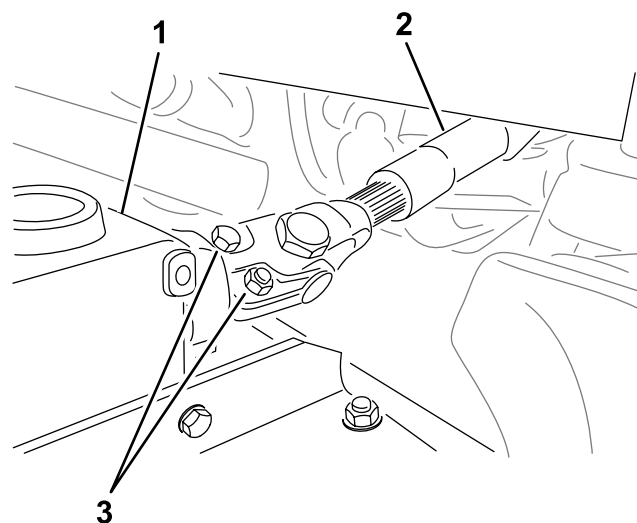

Figura 3
3. Fate scorrere la forcella dell'albero della PDF sull'albero della scatola ingranaggi e fissate gli alberi tra loro con 2 bulloni e dadi in direzioni opposte (Figura 3).
4. Serrate i bulloni e i dadi (Figura 3).